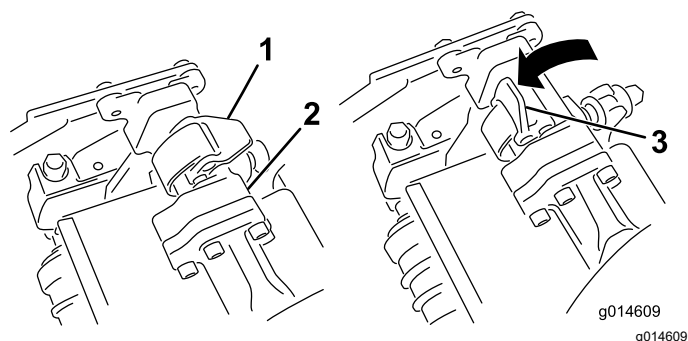
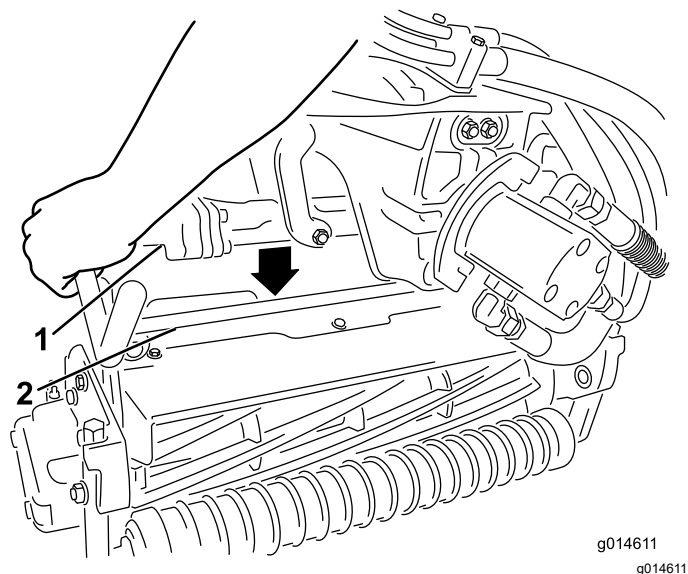

Figura 52
Figura 53
4. Feche os fechos para baixo e em redor da barra da unidade de corte e bloqueie-os no sítio (Figura 52).
3. Com os fechos na barra do braço de suspensão a apontar para cima (i.e. abertos) (Figura 52), empurre o braço de suspensão para baixo de forma a que a barra passe pela barra através da parte superior da unidade de corte (Figura 53).
- Abra os fechos na barra do braço de suspensão da unidade de corte que está a remover (Figura 52).